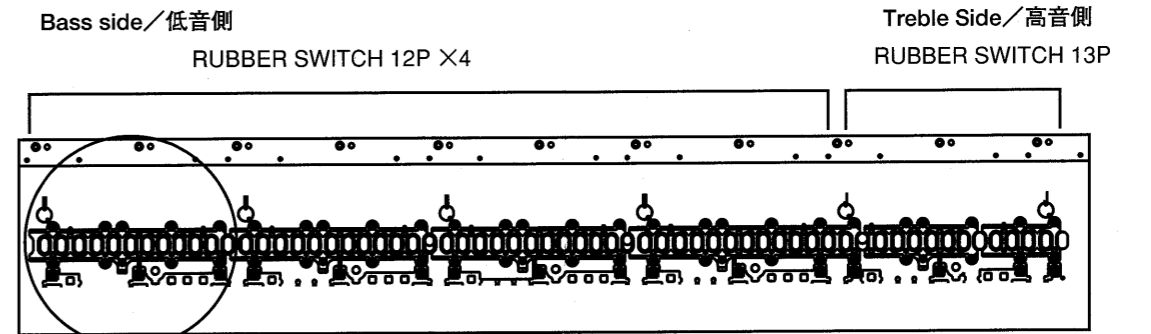
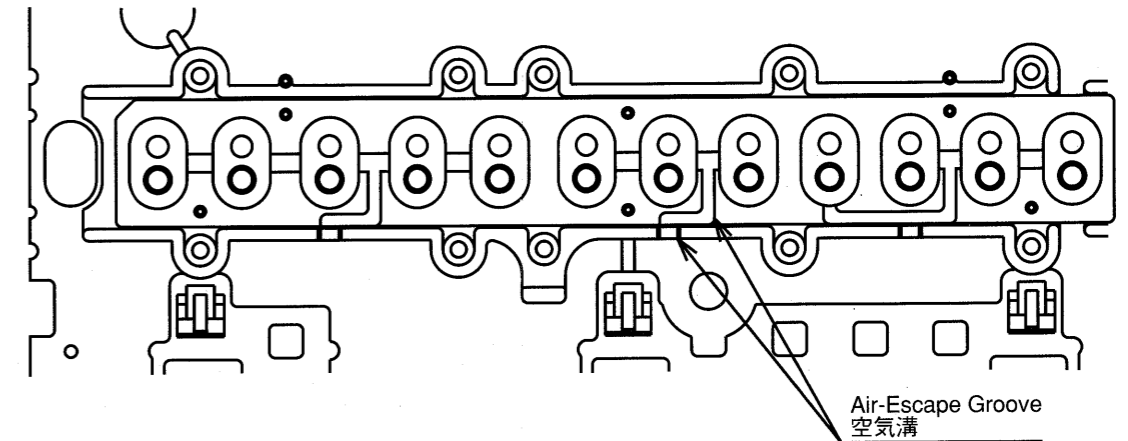

Fig.1
Fig.2
⑧	40233545	VWH Taptight B 3X10mm ZC	23
⑨	00896989	XP-10 KEYBOARD HOLDER	4
⑩	00896990	XP-10 PWB HOLDER	1
1) Turn over the keyboard as shown in Fig. 1. Place the RUBBER SWITCH 12P on 4 chassis, from the left (lowest note) upward, with respect to slots in the chassis. Make sure that each switch is aligned with corresponding air groove in the chassis (Fig. 2). Similarly, Place the RUBBER SWITCH 13P on the right section (high note) chassis.
1) fig.1のように、シャーシを裏返します。次にRUBBER SWITCH 12Pを長穴に合わせて左側（鍵の低音部）より順に4つシャーシに置きます。このとき、RUBBER SWITCHとシャーシの空気溝の位置が一致していることを確認して下さい(fig.2)。そして、右側（高音部）にはRUBBER SWITCH 13Pを同様にして置きます。